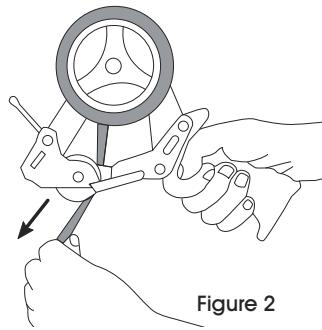

Figure 2
2. Déroulez 12 à 15 cm (5 à 6 po) de ruban (côté adhésif vers le bas) et enfilez-le entre le rouleau de lissage et la porte de chargement en métal. (Voir Figure 2)